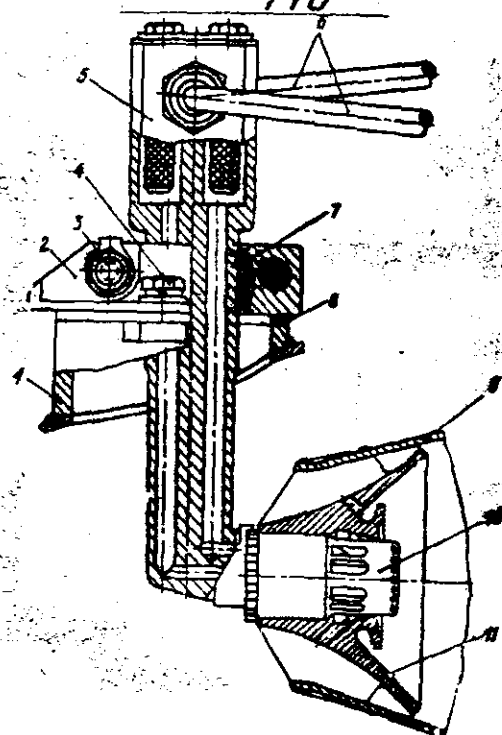

Рис.34. Рабочая топливная форсунка:
1. Отсоедините две трубки 6 подвода топлива (рис.34) к форсунке, придерживая штуцера форсунок от проворачивания.